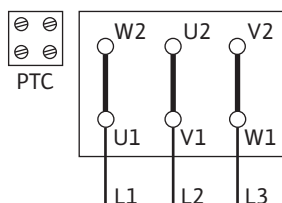
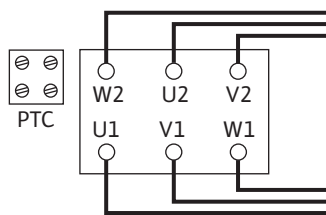

Fig. 5: Rozruch Y-Δ
Fig. 6: Połączenie Y-Δ
- Przyłącze sieciowe jest zależne od mocy silnika P2, od napięcia sieciowego i od sposobu załączania. Wymagane łączenie mostków połączeniowych w skrzynce zaciskowej zamieszczono w następującej tabeli jak również Fig. 5 i Fig. 6.
Rozruch Y-Δ (standardowy)	Usunąć mostki połączeniowe (Fig. 5).
Start przez łagodny rozruch	Połączenie Δ (Fig. 6)